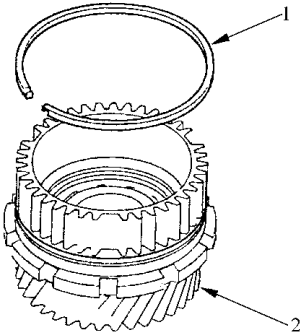

图 5-89 拆卸卡环
17) 如图 5-89 所示，从中间轴主动/驻车档齿轮上拆卸卡环，并将其清洁干净；在组装变速器时，将其重新安装到新的中间轴主动/驻车档齿轮上。